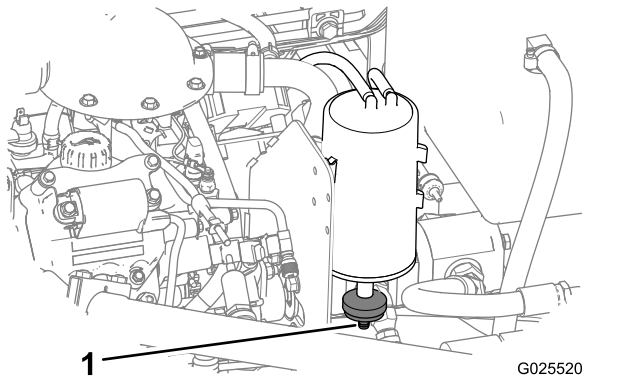

図 47
1. カーボンキャニスタ下部にあるエアフィルタを探し出す 図 47。